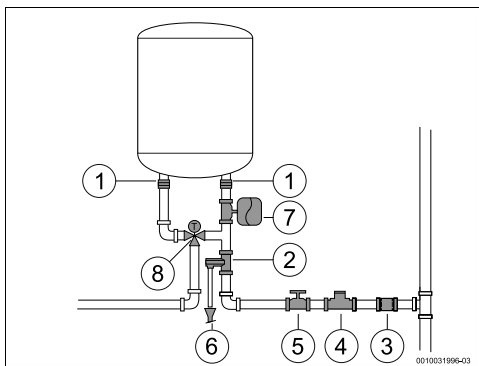

Fig. 11 Branșamentul de apă
Pentru prevenirea deranjamentelor provocate de variații bruște ale presiunii, se recomandă montarea unei supape de refulare a rezervorului în amonte la alimentarea cu apă (Fig. 11, [7]).
- ▶ Montați supapa de siguranță la bransamentul de apă rece al boilerului (Fig. 11).
- ▶ instalarea unei supape reductor de presiune (Fig. 11, [4]). Supapa de preaplin se va activa atunci când presiunea apei din aparat depășește 8 bari ( $\pm 1$  bar), motiv pentru care este necesară planificarea unui mod de scurgere a acestei ape.
- ▶ Instalați un vas de expansiune (Fig. 11, [7]) pentru a opri deschiderea supapei de preaplin în mod frecvent. Volumul vasului de expansiune trebuie să fie echivalent cu 5% din volumul aparatului.
- ▶ Închideți robinetul de închidere al apei (→ Fig. 11).